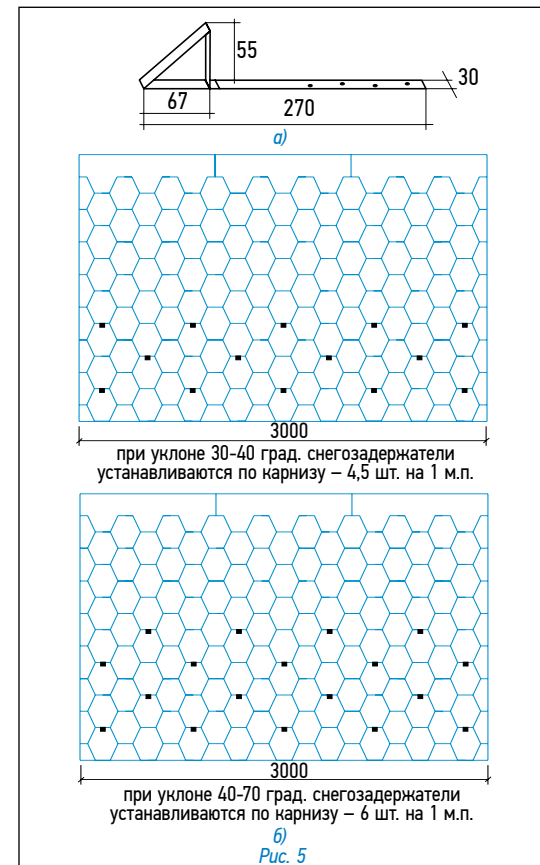

Рис. 5
**Установка снегозадержателя (рис. 5)**
Крепеж снегозадержателя осуществляется саморезами через специально отведенные отверстия (рис. 5а). Количество снегозадержателей на крыше зависит от климатических условий данной местности, от размеров и уклона кровли. На рис. 5б предлагаются возможные схемы установки снегозадержателей.